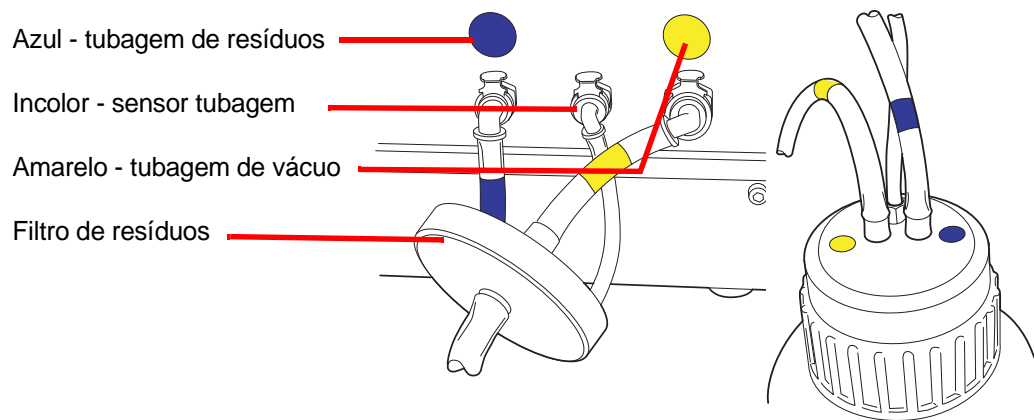

Figura 8-13 Ligações das tubagens da garrafa de resíduos
3. Localize as três ligações da garrafa de resíduos, na parte de trás do processador ThinPrep 5000. Consulte Figura 8-13. Certifique-se de que os botões dos conectores estão na posição para baixo/para dentro.